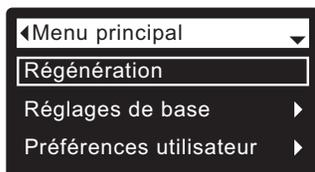

FIG. 44
2. Vérifiez que **Régénération** est mis en encadré (cf. Figure 44).